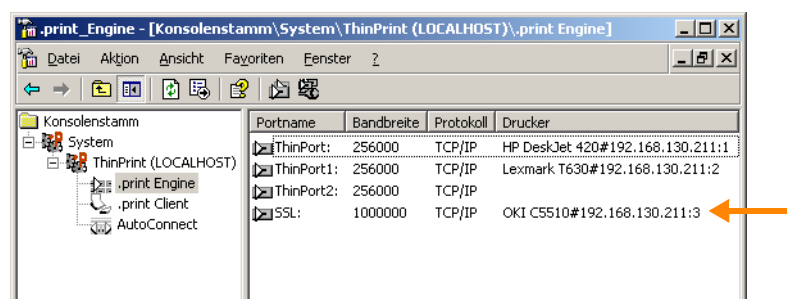
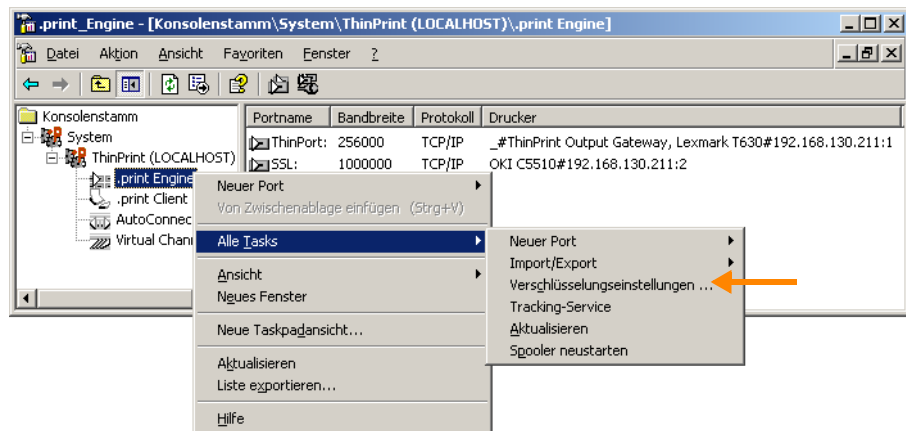

Bild 46 MMC: neuer ThinPrint Port mit „umgehängtem“ Drucker
Bild 47 MMC: Verschlüsselungseinstellungen wählen
6. Kehren Sie zurück zur MMC, und aktualisieren Sie die Übersicht mit der F5-Taste (Bild 46). Der OKI-Drucker ist nun mit dem ThinPrint Port verbunden, der die Druckdaten SSL-verschlüsselt versendet.
2. Zum Festlegen, welche von den installierten Zertifikaten durch die .print Engine genutzt werden, öffnen Sie noch einmal die MMC (Bild 46), und wählen Sie im Kontextmenü der .print Engine ALLE TASKS→ VERSCHLÜSSELUNGSEINSTELLUNGEN (Bild 47).